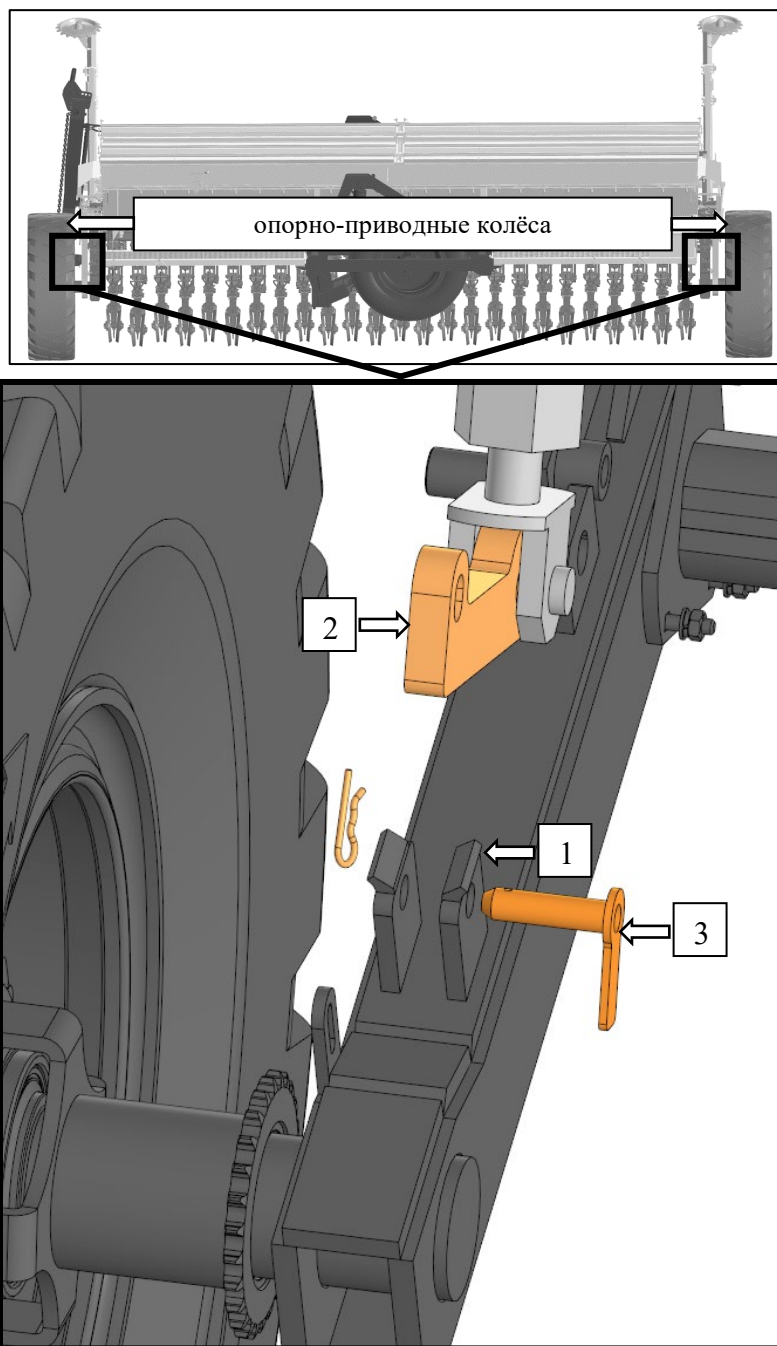

Рисунок 26 – Механизм подъёма и опускания сеялки, колесо разблокировано, фиксатор (3) извлечён
ВНИМАНИЕ! В рабочем положении опорно-приводные колёса должны быть отсоединены от рычага гидроцилиндра. На двух опорно-приводных колёсах необходимо извлечь быстросъёмный фиксатор (3), фиксирующий балку опорно-приводного колёса (1) с рычагом гидроцилиндра (2), рис. 26.